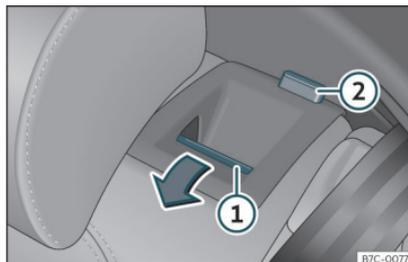

Fig. 107 Sedile posteriore: ribaltare lo schienale.
- Tirare il tasto di sblocco»» **fig. 107** 1 in avanti e, contemporaneamente, ribaltare lo schienale. Lo schienale posteriore è sbloccato quando si vede la tacca rossa sul tasto 2.